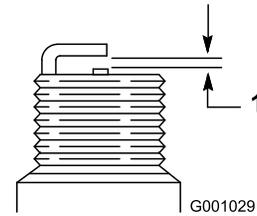

Figure 21
3. Réglez l'écartement des électrodes entre 0,70 et 0,80 mm (0,028 et 0,031 po) (Figure 21). Montez la bougie à la main avec précaution pour éviter de fausser le filetage.